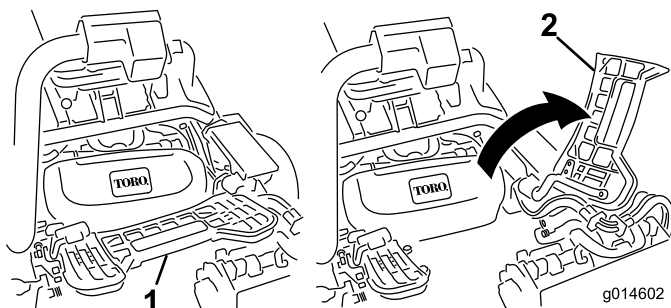

Figura 32
1. Levante el reposapiés y gírelo hacia arriba, para tener acceso a la posición de la unidad de corte central (Figura 32).